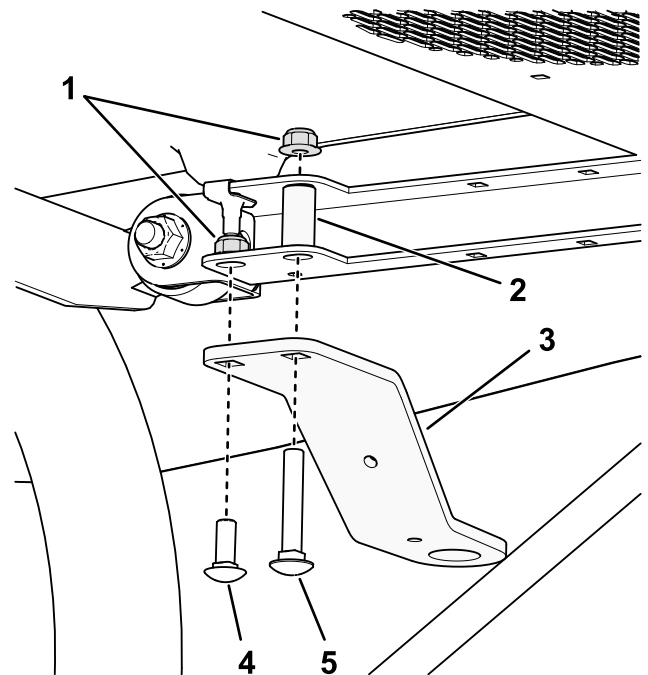

Figure 7
1. Montez le support du gyrophare sur le pare-soleil, comme montré à la (Figure 7).